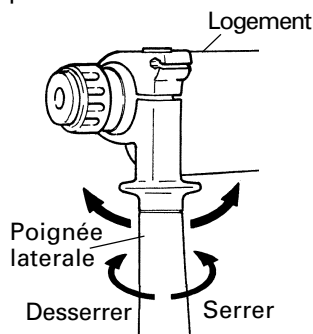

Fig. 7
2. Fixation de la poignée latérale (Fig. 7)